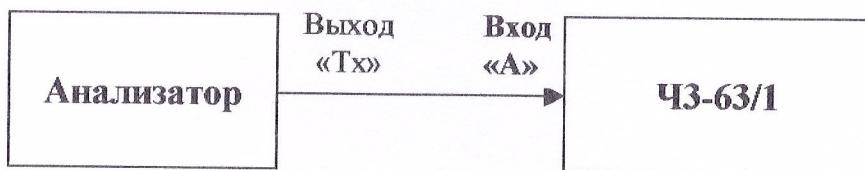

Рис.1.
8.3.1.3. Измерение тактовой частоты измерительного сигнала на выходе генератора импульсов на "Tx" выходе анализатора цифровых сетей SunLite E1 производится с помощью частотомера ЧЗ-63/1 (рис. 1).